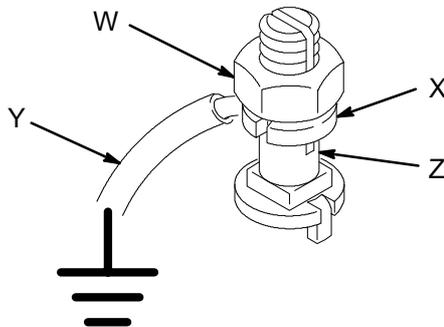

Abb. 1
1. *Pumpe*: Erdungsdraht und Klemme verwenden. Siehe Abb. 1. Die Sicherungsmutter (W) und die Scheibe (X) der Erdungsklammer lösen. Ein Ende eines mindestens 1,5 mm² dicken Erdungskabels (Y) in den Schlitz der Klammer (Z) stecken und die Sicherungsmutter fest anziehen. Das andere Ende des Kabels mit einer guten Masse verbinden. Erdungskabel und Klemme mit Teile-Nr. 237-569 bestellen.
4. *Druckausgleichbehälter*: Erdungskabel und Klammer verwenden. Siehe Abb. 1.